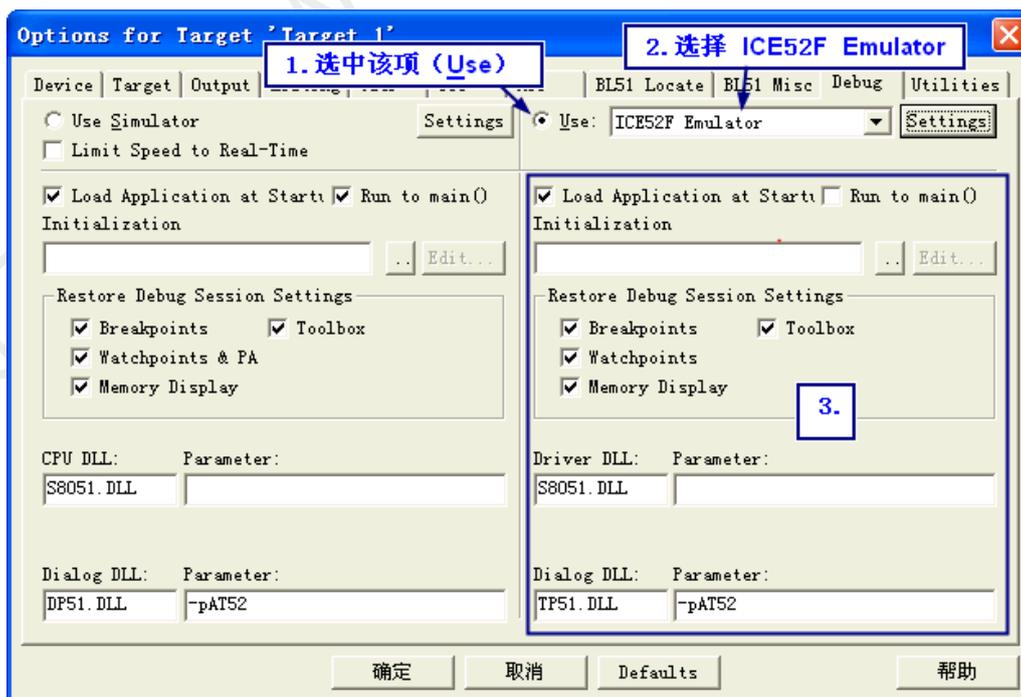
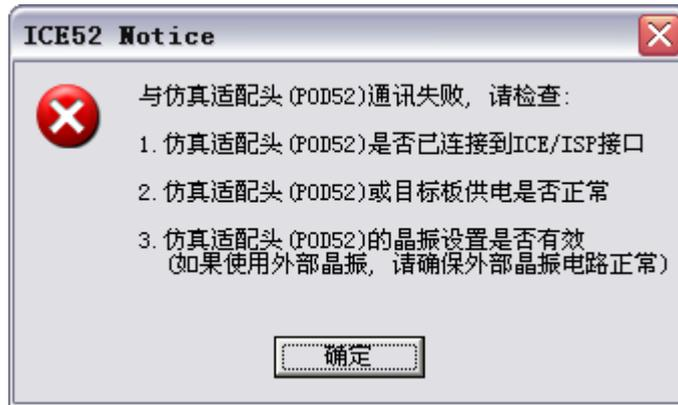

图 3.13 Keil 仿真设置
图 3.16
1) 接着 3.1 章节建立的 Keil C51 程序，点击 Keil 的工具栏按钮 ，在弹出的对话框中选择“Debug”选项页。参见图 3.13 中的设置步骤进行设置。
在下拉框中如果没有发现“ICE52F Emulator”选项，可能是没有安装 ICE52F 的仿真驱动程序，请参考第二章的仿真驱动程序安装部分。其他设置请保持与图 3.13 一致。
如果 Keil 弹出如图 3.16 提示信息框，表明仿真器与仿真头通讯失败！请按提示信息的内容检查。另外请参照前面图 3.13 检查是否选择了正确的 Keil 驱动，如果 USB 驱动未正确安装，也会导致连接失败。